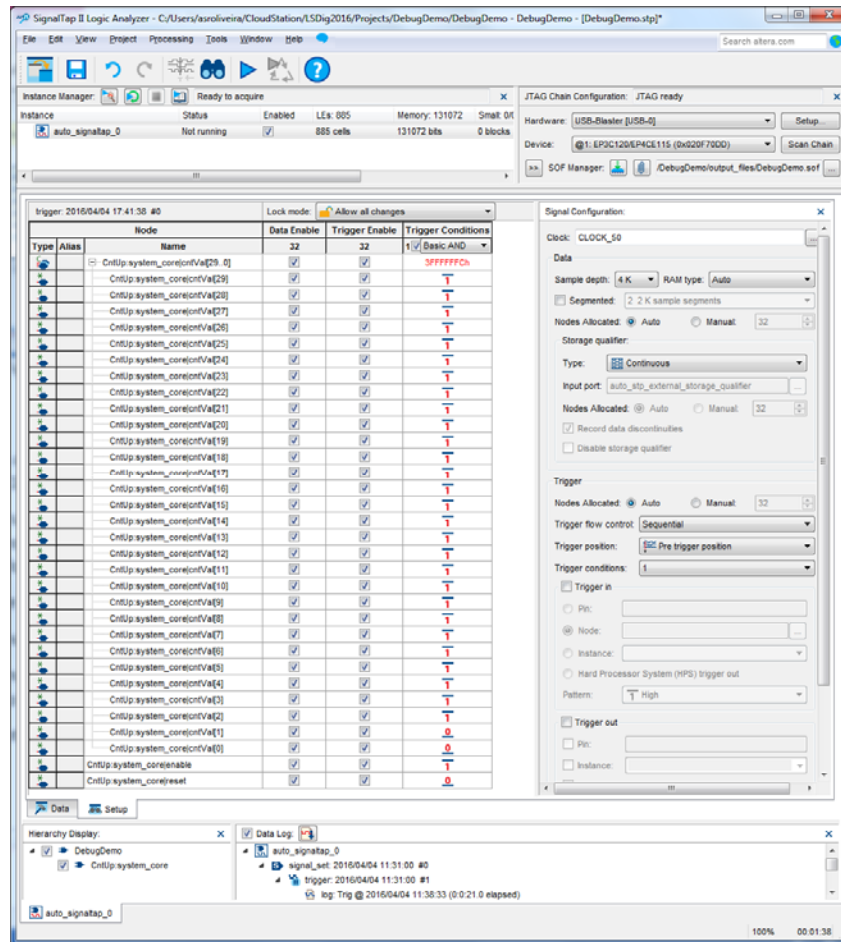
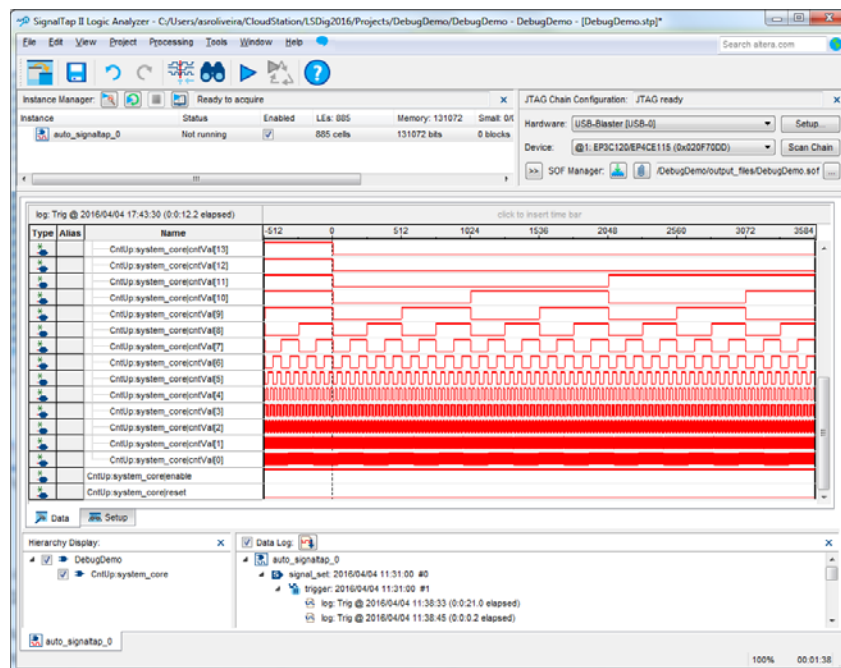

Figura 27 – Configuração do instante de disparo da captura (*trigger*) com base no valor dos sinais **reset**, **enable** e **cntVal**.
Figura 28 – Janela “Data” da aplicação “SignalTap II Logic Analyser” depois de uma nova aquisição, onde foi capturado o **wrap-around** do contador.
10. Podem ser visualizados instantes particulares da contagem se forem definidas condições de *trigger* mais restritas. A título de exemplo, pode ser visualizado o instante de *wrap-around* do contador através da atribuição do valor “11...100” a `cntVal1`, o que leva a que a captura seja disparada três ciclos de relógio antes do contador voltar à contagem “00...00” (Figura 27). Volte a executar o comando “Processing → Run Analysis” para efetuar a captura (Figura 28).